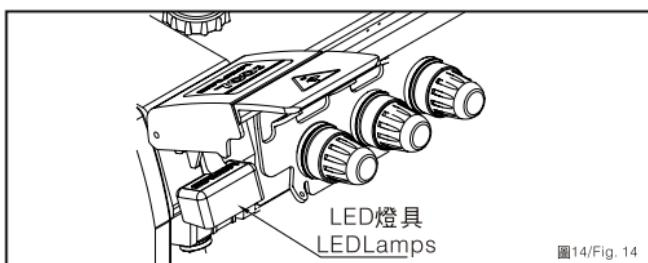

图14/Fig. 14
2. Смазочно-охлаждающая жидкость для иглы: КРЕМНИЕВОЕ МАСЛО. (Рис. 14)